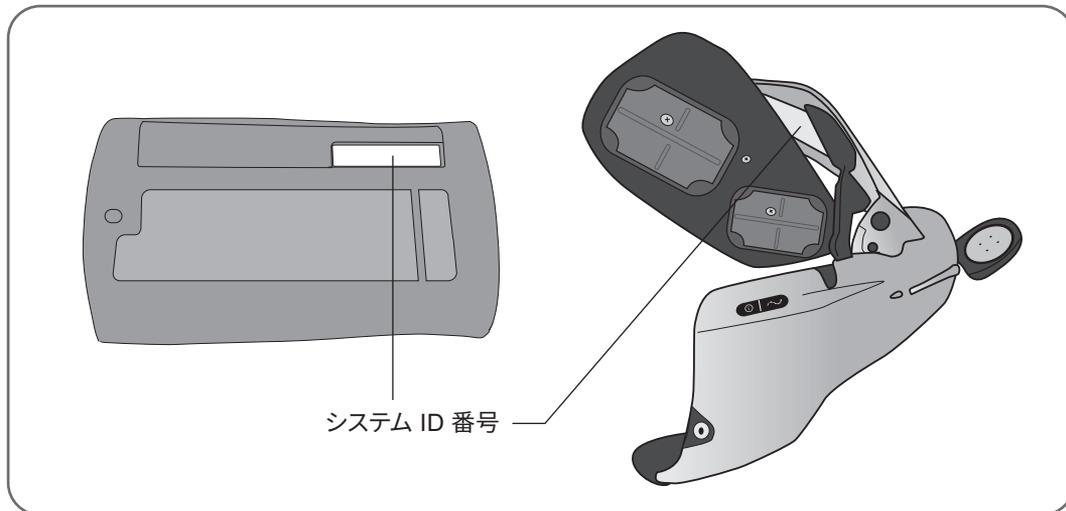

図 12-2: システム ID 番号の記載場所
4. お使いのシステムコンポーネントのシステム ID 番号 (A334 など) を確認します。システム ID 番号はコントロールユニットの背面および装具の伸筋ウイングの裏面に記載されています。図 12-2 を参照してください。